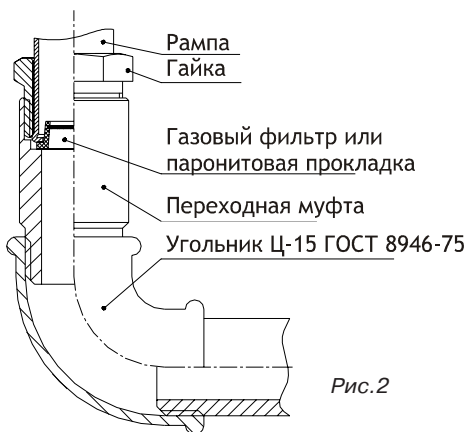

Рис.2
- Плита имеет присоединительную резьбу G1/2". Жесткое подсоединение к газовому стояку (Рис. 2) производится с помощью переходной муфты.